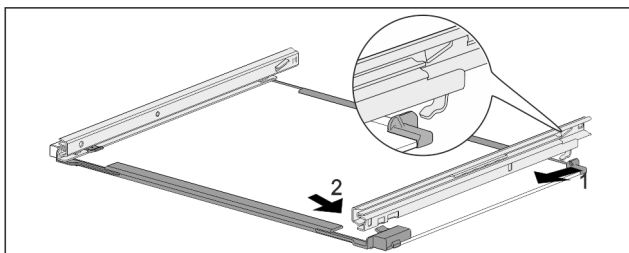

Fig. 134 Tablette en verre avec rails
- ▶ Accrocher le rail à l'arrière. Fig. 134 (1)
- ▶ Accrocher le rail à l'avant. Fig. 134 (2)